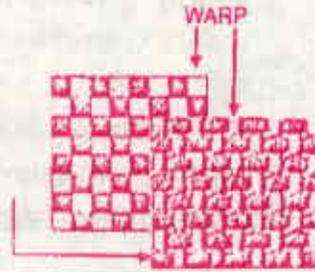

Figure 3.2
- (i) **ਸਾਦੀ ਬੁਣਾਈ (Plain Weave) :** ਇਹ ਬੁਣਾਈ (Figure 3.2) ਦੀ ਸਭ ਤੋਂ ਸਾਦੀ ਅਤੇ ਸਾਧਾਰਨ ਸ਼ੈਲੀ ਹੈ। ਇਸ ਵਿੱਚ ਬਾਣੇ ਦਾ ਧਾਗਾ ਵਾਰੋ-ਵਾਰੀ ਤਾਣੇ ਦੇ ਇਕ